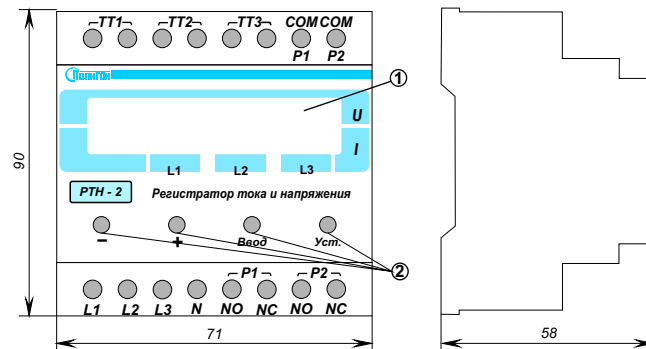

Рис.6. Внешний вид блока (габаритные размеры)
- двухстрочный ЖКИ-дисплей (рис. 6, п. 1)
- 4 кнопки для управления режимами работы регистратора «->», «+», «Просм.», «Уст.» (рис. 6, п. 2).
3.2.1. Установить блок в электрощит на DIN-рейку. Внешний вид прибора показан на рис. 6.